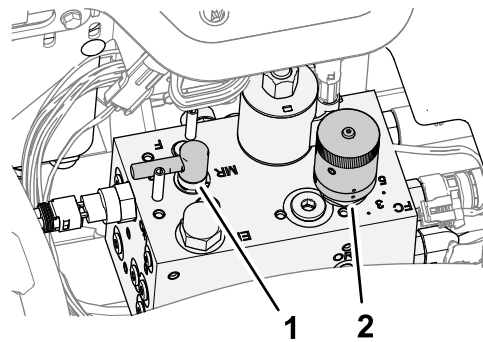

Рисунок 94
3. Установите рычаг заточки обратным вращением в положение F (скашивание) (Рисунок 94).